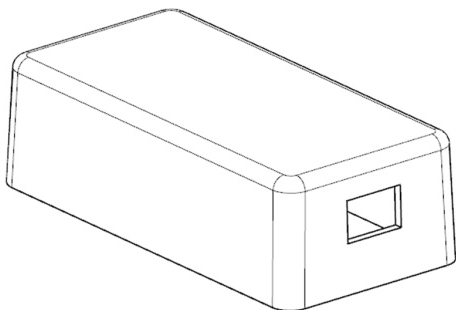

图 9-1 产品结构图
(1) 启动 NX 10.0，打开 ft.prt，产品结构如图 9-1 所示。